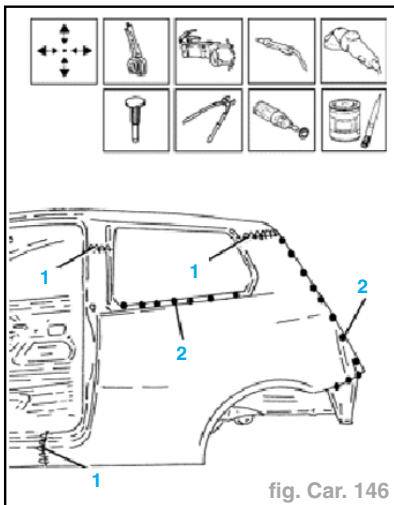

fig. Car. 146
- Tracer la ligne de découpe sur la partie supérieure du montant (2)
- Souder l'élément à fil continu sur le bas de caisse et des deux côtés du montant (1) (fig. Car. 146).